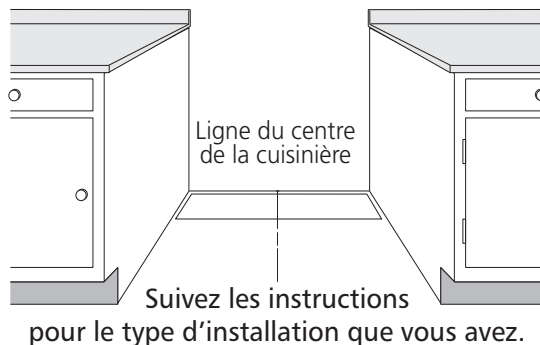

Figure 13
**Si la cuisinière est installée entre deux armoires,** dessinez une ligne au centre des armoires (voir figure 13). **Si le dos de l'appareil n'est pas appuyé au mur** (la position de la prise d'alimentation ne permet peut-être pas à l'appareil de se reculer complètement au mur), dessinez une ligne à l'endroit où l'arrière de l'appareil sera positionné. Installez maintenant le support anti-bascule (voir "Installation du support anti-bascule" à la page 36).